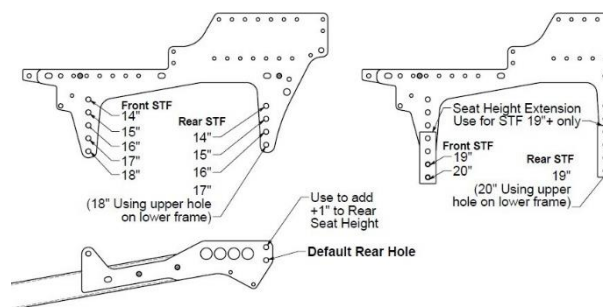

Fig. 17 Anbefalet kørestolsposition.
2. Flyt den øverste ramme til den ønskede position (fig. 17).